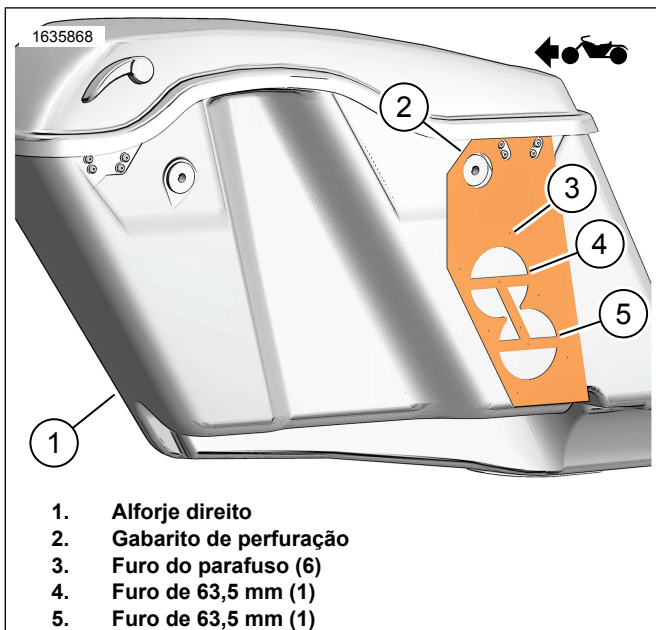

Figura 2. Alforje direito
1. Figura 2 Posicione o gabarito de perfuração (2) no alforje direito (1).
2. Modifique o alforje direito (1).